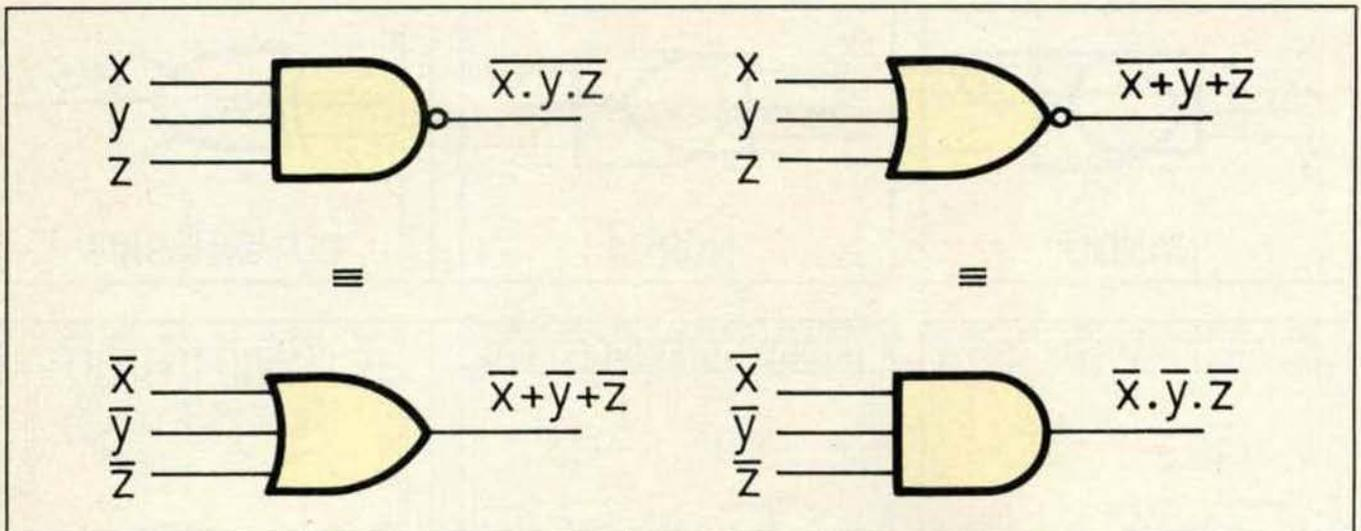

Figure 5. Les équations 9 et 10 (théorèmes de De Morgan) impliquent les équivalences ci-dessus.
- (1) $x+x.y = x$
- (2) $x.(x+y) = x$
- (3) $\overline{x+y} = \bar{x}.\bar{y}$
- (4) $\overline{x.y} = \bar{x} + \bar{y}$
- (5) $x.y + x.\bar{y} = x$
- (6) $(x+y).(x+\bar{y}) = x$
- (7) $x+\bar{x}.y = x+y$
- (8) $x.(\bar{x}+y) = x.y$
- (9) $\overline{x.y.z} = \bar{x} + \bar{y} + \bar{z}$
- (10) $\overline{x+y+z} = \bar{x}.\bar{y}.\bar{z}$
On remarquera que les deux dernières relations dérivent des théorèmes de De Morgan étendus à trois variables. En figure 5 on a représenté les circuits équivalents pour (9) et pour (10) : en pratique on choisira toujours la solution la plus économique ou celle faisant intervenir, par exemple, le maximum de portes NAND ne serait-ce que pour minimiser le nombre de composants différents. Notons que dans une telle perspective, on obtiendra le complément d'une variable avec une porte NAND ce qui évitera l'utilisation de circuits intégrés renfermant de simples inverseurs.